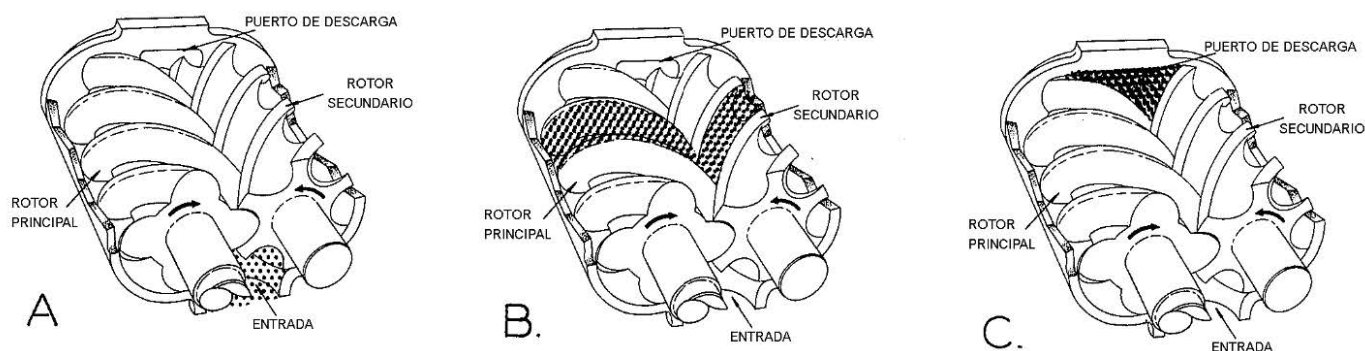

Figura 7: Ciclo del compresor
Principio de compresión - (Figura 7) la compresión se consigue mediante el engranaje sincronizado de los rotores principal y secundario en un cilindro de una sola pieza. El rotor principal tiene cinco (5) lóbulos helicoidales con una separación de 90° . El rotor secundario tiene seis (6) ranuras helicoidales coincidentes con una separación de 72° para permitir el engrane con los lóbulos del rotor principal.
El orificio de entrada de aire está situado en la parte superior del cilindro del compresor, cerca del extremo del eje de transmisión. El puerto de descarga está cerca de la parte inferior en el extremo opuesto del cilindro del compresor. La figura 7 es una vista invertida para mostrar los puertos de entrada y descarga. El ciclo de compresión comienza cuando los rotores se desengranan en el puerto de entrada y el aire ingresa a la cavidad entre los lóbulos del rotor principal y las ranuras del rotor secundario (A). Cuando los rotores pasan el corte del puerto de entrada, el aire queda atrapado en la cavidad interlobular y fluye axialmente con los rotores engranados (B). A medida que continúa el engrane, una mayor parte del lóbulo del rotor principal entra en la ranura del rotor secundario, se reduce el volumen normal y aumenta la presión.